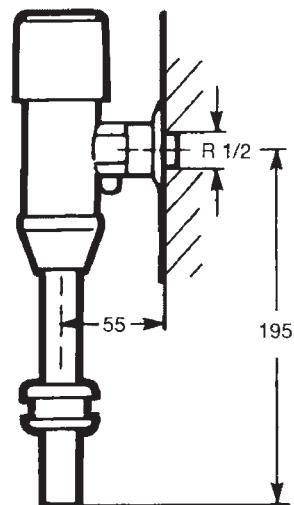

Fig. 4
- Montare il flussometro (fig. 4).
- Montar o autoclismo (fig. 4).